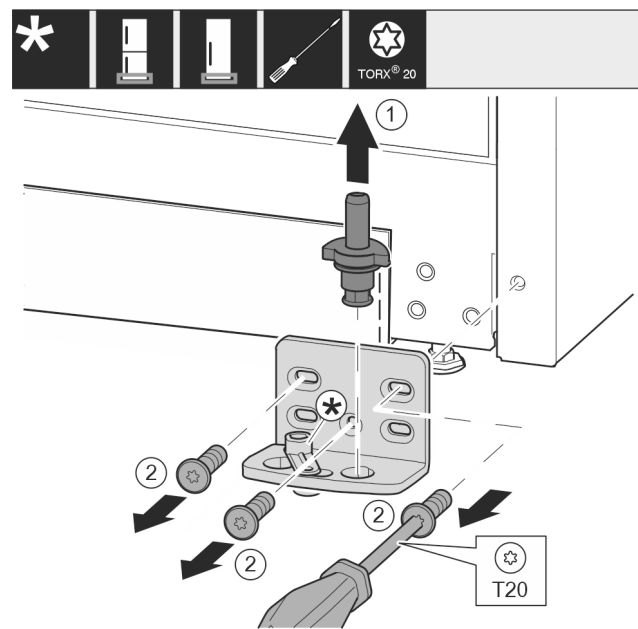

Fig. 22
- ▶ Træk hængselboltens helt opad og ud. Fig. 22 (1)
- ▶ Skru skrueerne ud med skruetrækkeren T20, og tag hængselkonsollen af. Fig. 22 (2)